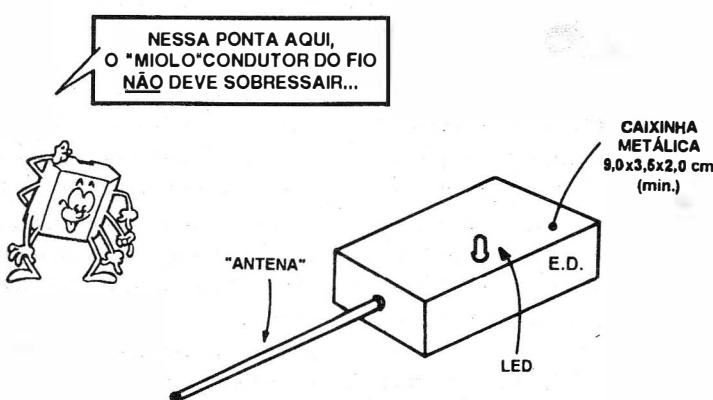

FIG. 6
- FIG. 6 - “AGASALHANDO” O ELETROSCÓPIO... - (Os mais sacaninhas entre Vocês pode até aproveitar o título do presente item, e passar a usá-lo em substituição à velha expressão de amor: “enfornando um robalo”...). Convém usar uma caixinha metálica no “abrigamento” do circuito do ED, justamente para evitar outras “penetrações” de campos ou cargas estáticas, que não os intencionalmente captados via “antena” sensora... Se o Leitor/“Aluno” apenas conseguir obter *container* plástico, será possível improvisar sua “metalização” simplesmente revestindo-o, por dentro